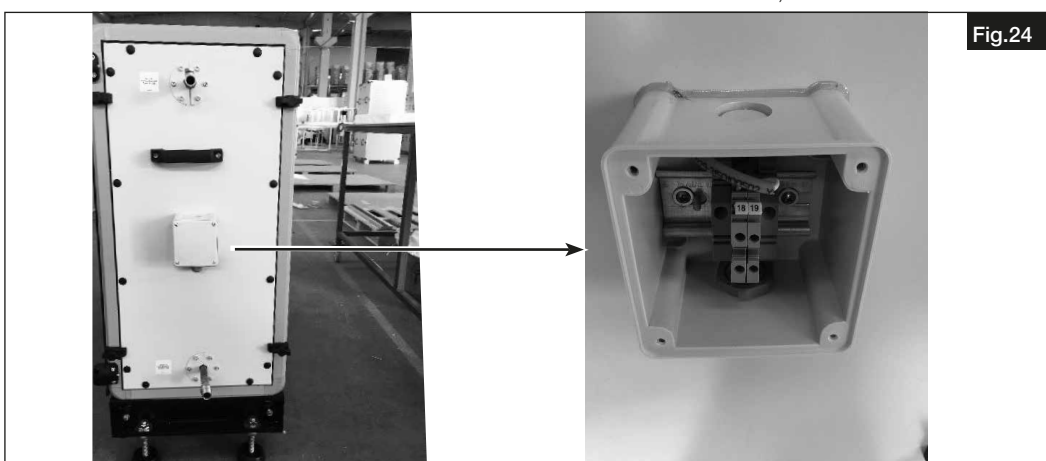

Fig.24
7. Ouvrir le couvercle de la boîte à bornes. Vérifier la section du câble utilisé pour le raccordement du signal. Raccorder le câble de signal aux points de raccordement et fermer le couvercle de la boîte à bornes (voir Fig.24). Raccorder l'autre extrémité du câble à la borne appropriée dans la boîte à bornes de l'unité AIR1 (voir les schémas de raccordement dans les instructions d'installation et d'utilisation de l'unité AIR1).